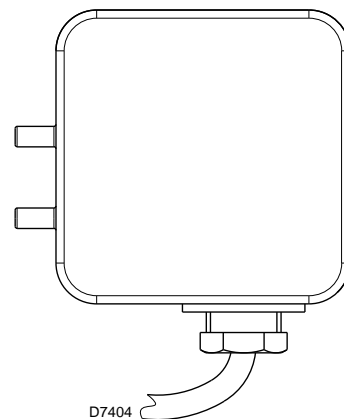

Fig. 20
- Regular el presostato aire (Fig. 20) en el inicio de la escala.
Regular el presostato de aire (Fig. 20) tras haber realizado todas las demás regulaciones del quemador con el presostato de aire regulado al inicio de la escala.